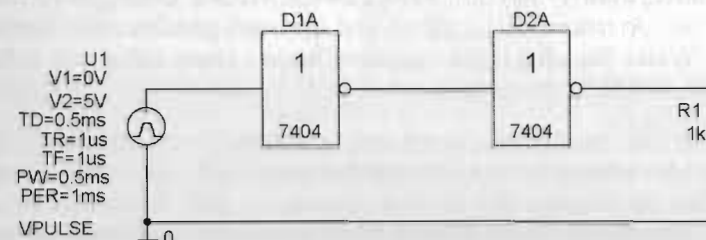
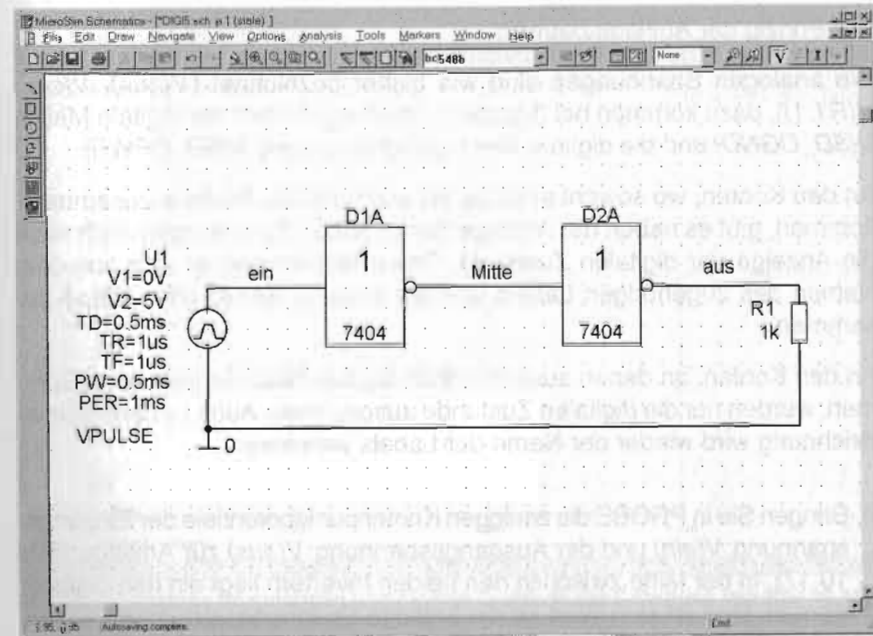
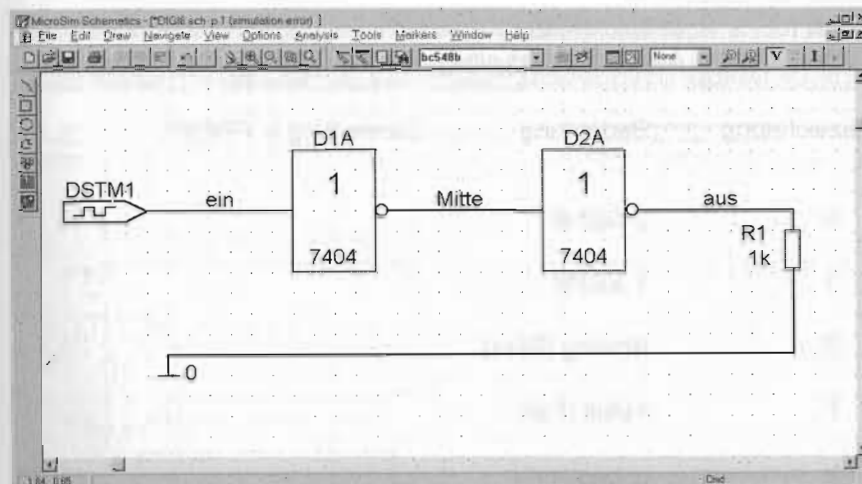

Bild 10.13: Analog-digitale Schaltung zur Untersuchung der Knotenbezeichnungen
Bild 10.15: Die Schaltung von Bild 10.13, versehen mit drei Labels: ein, Mitte und aus
Bild 10.23: Digitalschaltung mit zwei Invertern. Stimulusquelle *STIM1*
Zur Untersuchung der Knotenbezeichnungen von PSPICE sei die folgende analog-digitale Schaltung mit zwei Invertern (Bild 10.13) gegeben:
- Versehen Sie die Schaltung von Bild 10.13 mit Labels, so dass der Eingangsknoten „ein“, der Ausgangsknoten „aus“ und der Knoten zwischen den beiden Invertern „Mitte“ heißt. Zur Erinnerung: Ein Leitungssegment wird gelabelt, indem man durch Doppelklick auf das Leitungsstück das Fenster SET ATTRIBUTE VALUE öffnet und dort den gewünschten Namen einträgt. Wenn Sie alles richtig gemacht haben, dann sollte Ihre Schaltung der aus Bild 10.15 gleichen.
- Laden Sie die Schaltung aus Bild 10.15, die Sie unter dem Namen DIGI5.SCH gespeichert haben, entfernen Sie die vorhandene Spannungsquelle *VPULSE* und fügen Sie stattdessen eine Stimulusquelle *STIM1* ein. Ihre Schaltung sollte danach der aus Bild 10.23 gleichen: